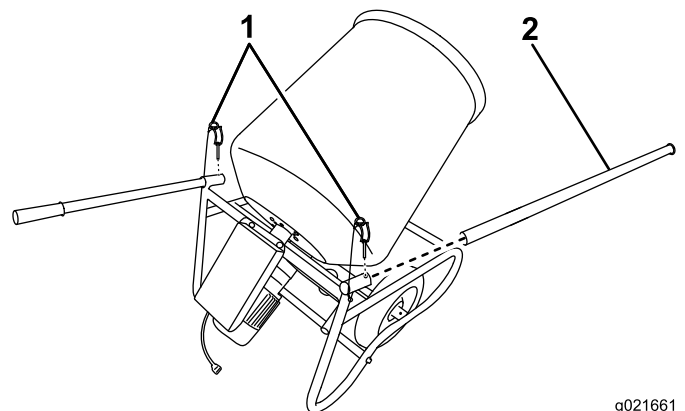

Figure 9
1. Glissez les manches en place et fixez-les avec la goupille de verrouillage (Figure 9).